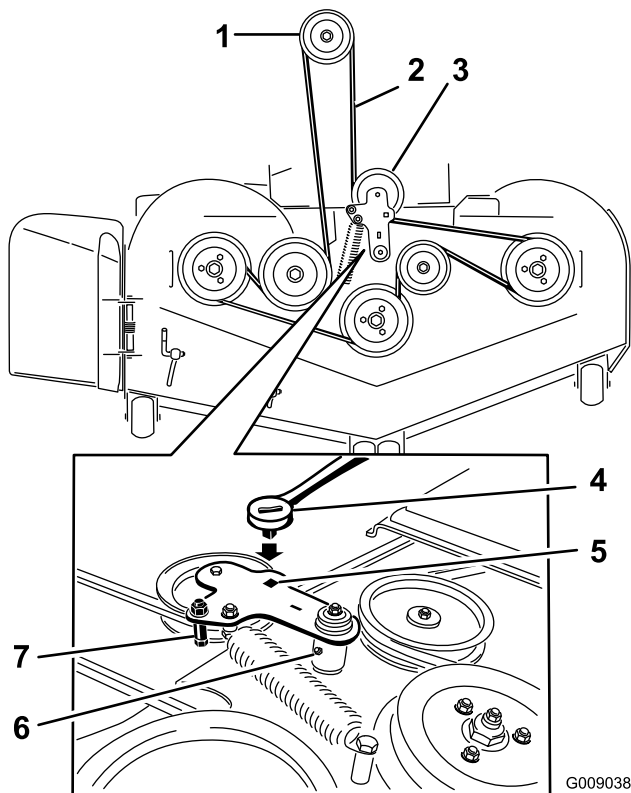

Bild 58
5. Setzen Sie eine Ratsche in das rechteckige Loch im Spannarm ein, um die Spannung an der Spannscheibenfeder zu lösen (Bild 58).
7. Nehmen Sie die Riemenschutzvorrichtung am gefederten Spannarm ab, wie in Bild 58 dargestellt.
9. Verlegen Sie den neuen Riemen um die Mähwerk- und Bremsspannscheiben unter dem Motor (Bild 58).
10. Nehmen Sie die Riemenführung am Spannarm ab, wie in Bild 58 dargestellt.
11. Setzen Sie die Spannscheibenfeder mit der Ratsche im rechteckigen Loch ein (Bild 58).